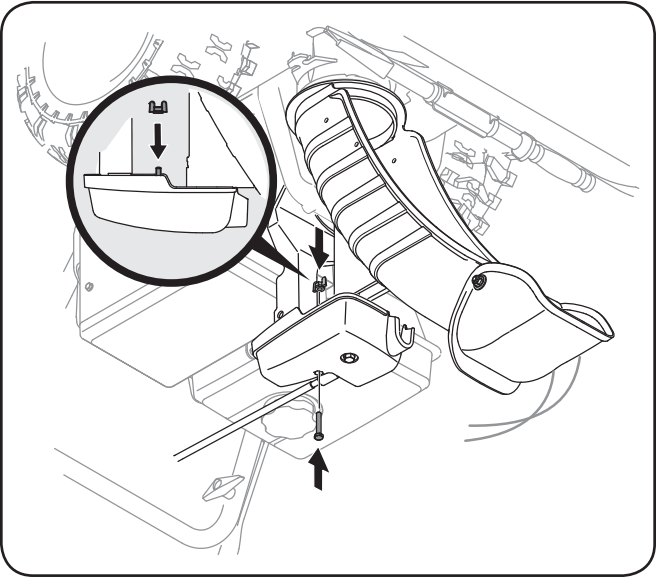

Figure 3-6
4. Utilisez la vis hex. et l'écrou à oreilles pour terminer l'installation de la goulotte sur la tête de commande. Voir la Figure 3-6.